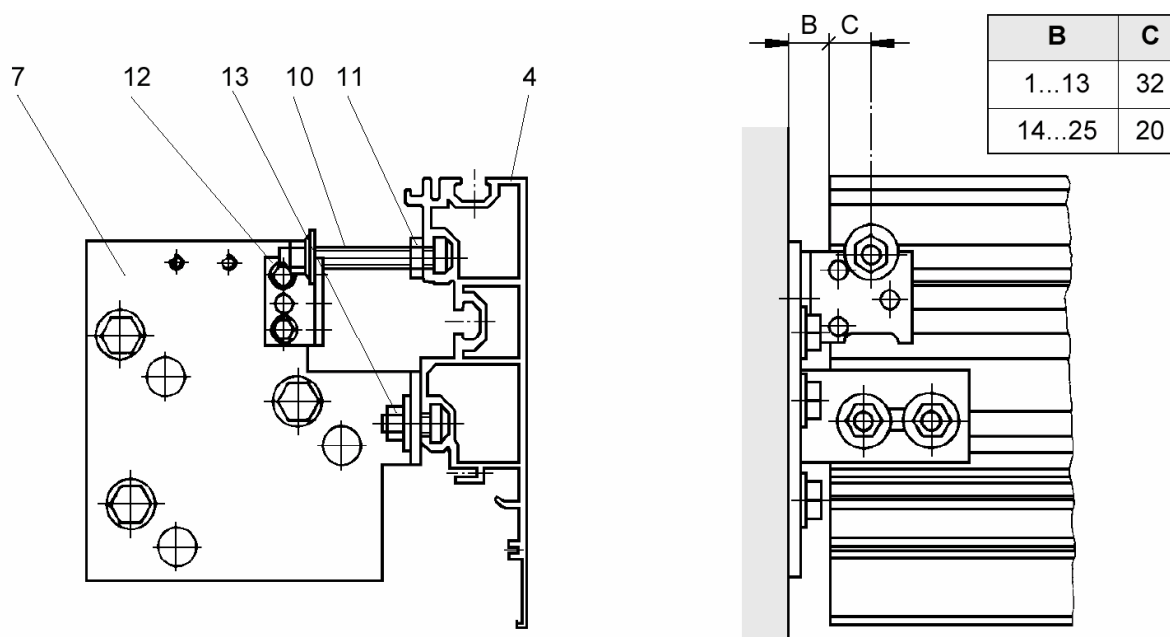

Рисунок 2.11 – Вспомогательный и основной монтаж несущего профиля со стеновыми адаптерами
8. Слева и справа на несущем профиле (4) вкрутить вспомогательные монтажные винты (10) и зафиксировать их контргайками (11) (см рисунок 2.11).
9. Навесить несущий профиль (4) на уголок (12) стенового адаптера (7).